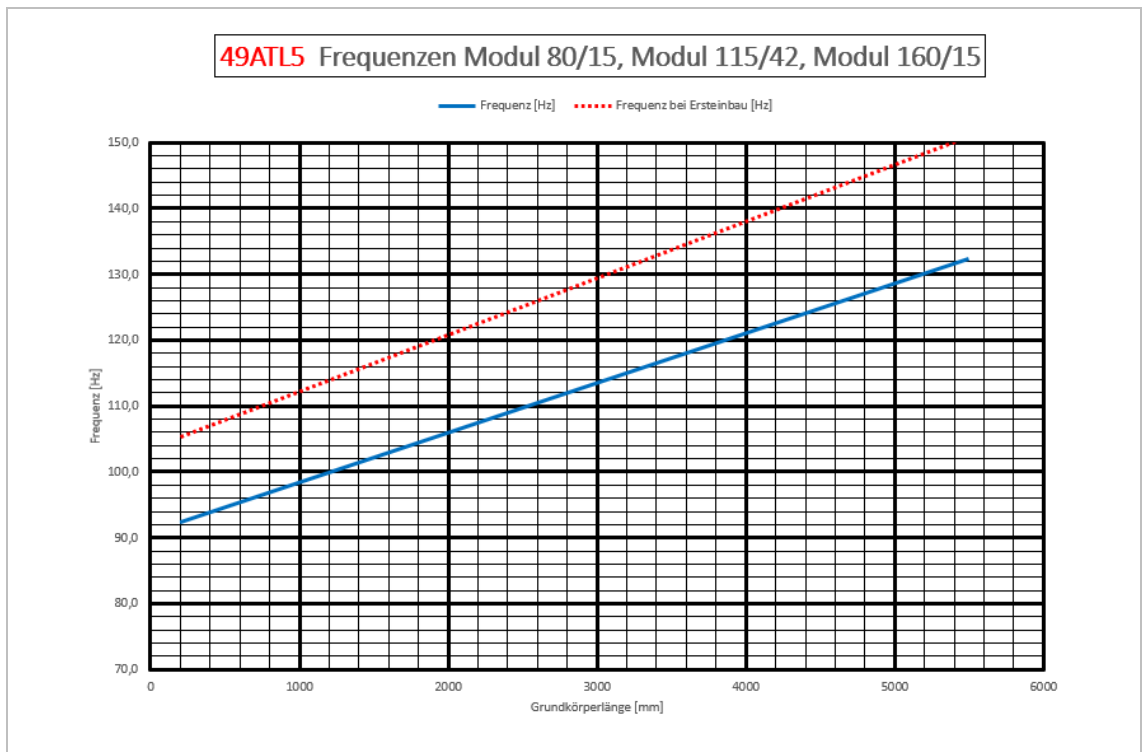
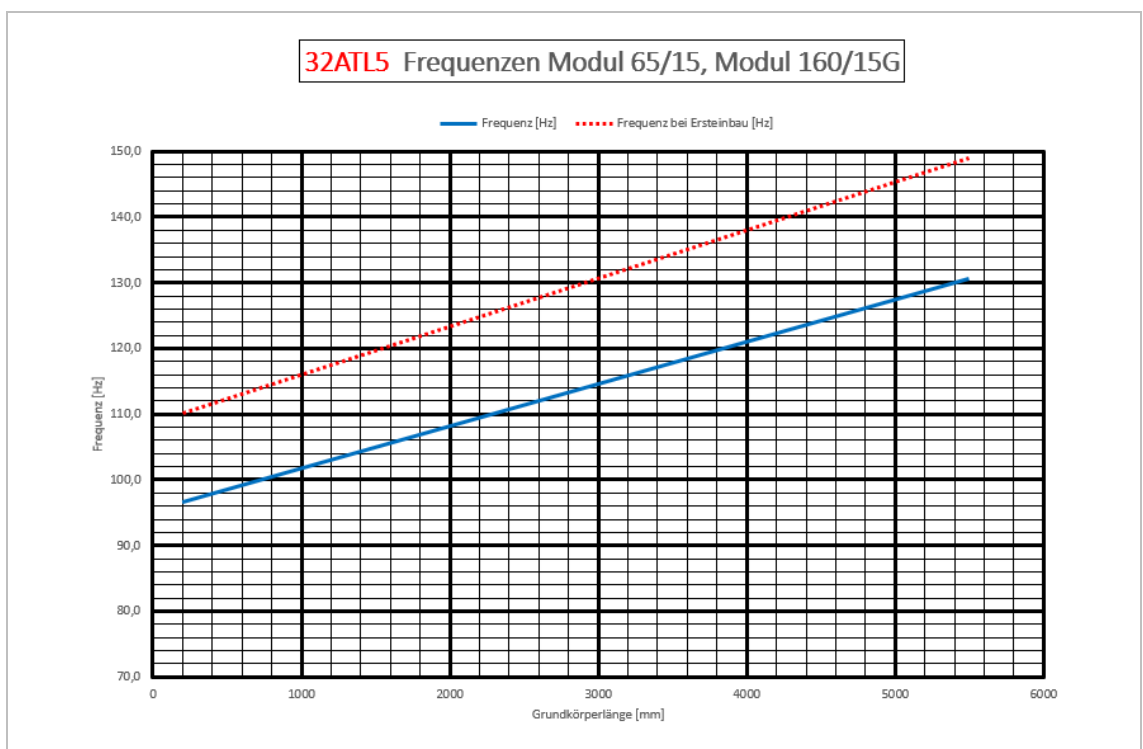

Abbildung 16 Diagramm 5
Abbildung 17 Diagramm 6
- (4) Ermitteln Sie die Gesamtlänge des Grundkörpers durch Abmessen.
- (5) Vergleichen Sie die ermittelten Frequenzen mit Diagramm 5 (siehe Abbildung 16) bzw. Diagramm 6 (siehe Abbildung 17).